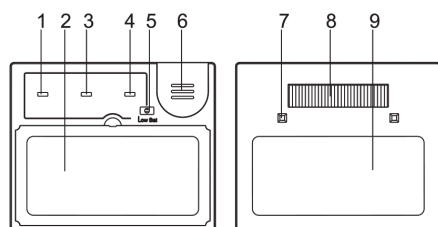

Рис. 2
4.2 Общий вид элементов светофильтра представлен на рис. 2
5.3 Скорость изменения светофильтра из прозрачного состояния в тёмное состояние составляет 1/5000 секунды. Переключателем (рис.2 поз.1) можно настроить время изменения в светлое состояние из тёмного состояния в зависимости от потребности.
5.7 Переключатель чувствительности (рис. 2 поз.3) позволяет настроить время реагирования сенсора затемнения фильтра. Настраивается в соответствии с многими факторами, такими как: сварка в помещениях или в открытом воздухе, сварка с малым током или сварка в тёмных условиях особенно для АДС с низким током.
следует обратить большое внимание на чистоту датчиков электродуги (рис. 2 поз.7). При необходимости отчистите их от пыли.
7.9 Переключатель чувствительности (Низкая/Высокая) (рис. 2 поз.3) позволяет настроить время реагирования сенсора затемнения фильтра. Настраивается в соответствии с многими факторами, такими как: сварка в помещениях или в открытом воздухе, сварка с малым током или сварка в тёмных условиях особенно для АДС с низким током.
7.10 Переключатель времени возврата (Быстро/Медленно) (рис. 2 поз.1). Время возврата обозначает время возвращения светофильтра из тёмного состояния в прозрачное состояние в соответствии с токами сварки и интенсивностью остального света.